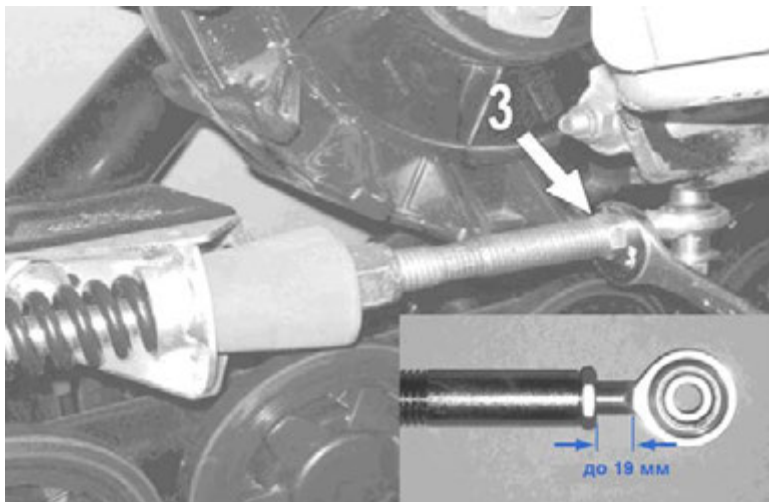

Рис. 13
*НА ЗАМЕТКУ: В тех редких случаях, когда гайка (поз.1), сжимающая упорную пружину, ходит по резьбе у самого конца выравнивающей штанги, длину резьбовой части можно увеличить, сдвинув зажимную гайку (поз. 3 на рис. 13) и вывинтив её по штанге, что позволит получить ещё 19 мм свободной резьбы. Перезатянуть зажимную гайку.*